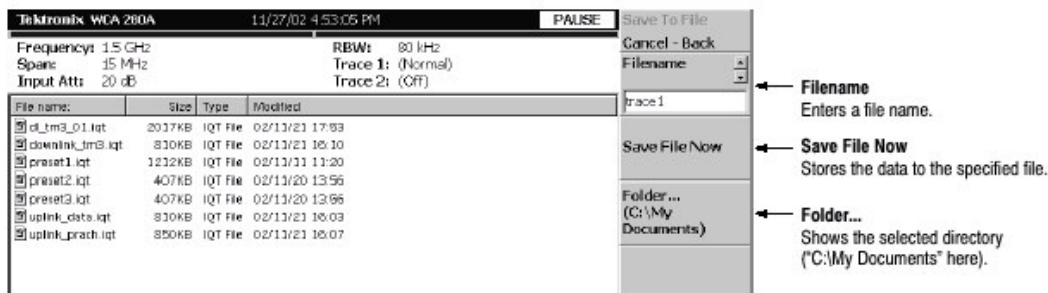

图 3-76 保存到文件菜单
- d. 按压 **Filename** 侧面键（见图 3-76）同时使用前面板软键输入文件名。文件扩展名自动被加上。